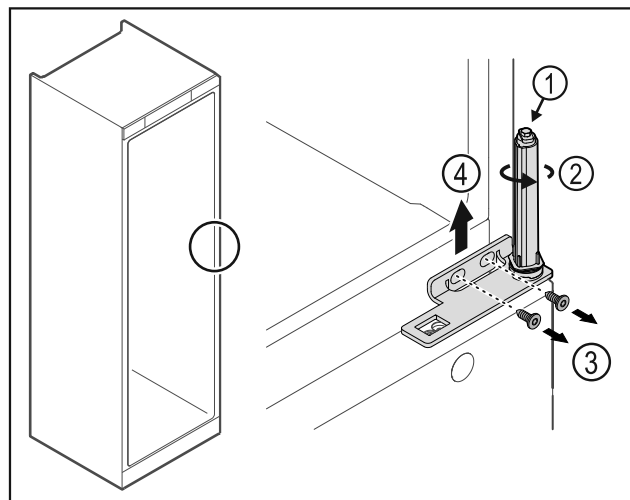

Fig. 33
- ▶ Ne szedje szét az ajtó zárrendszert Fig. 33 (1).
- ▶ Forgassa el a zárrendszert Fig. 33 (2), amíg az be nem kattán.
- ▶ Oldja ki a csavarokat Fig. 33 (3), majd felfelé vegye le a csuklópántot Fig. 33 (4).